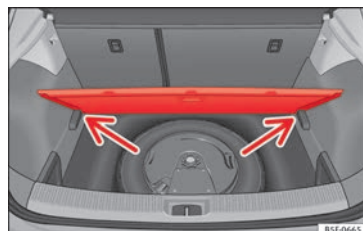

Fig. 184 Maletero: piso variable
- Apoye el piso sobre los alojamientos previstos para tal uso » » » **fig. 184** (flechas).